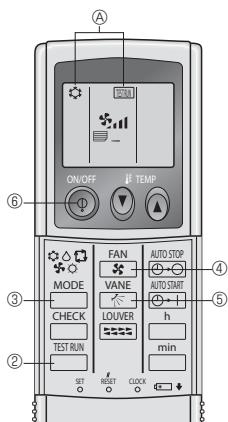

Fig. 7-2
7.2.2. การใช้รีโมทคอนโทรลแบบไร้สาย (Fig. 7-2)
- ① เปิดเครื่องไว้อายุ่น้อย 12 ชั่วโมงก่อนทดสอบการทำงาน
- ② กดปุ่ม **TEST RUN** ส่องครั้งติดต่อ กัน